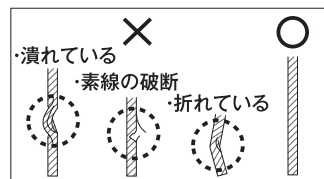

図3
- レールはビス穴(φ4×8か所、300mmピッチ)を使用して、市販のビスで固定してください。その際、必ず強度のとれる下地、補強材に取付けてください。石膏ボードなどへの取付けだけでは、許容荷重が著しく低下するため大変危険です(図3)。
- ・ワイヤーには折れ・素線の切断・潰れなど異常がないことをご確認の上ご使用ください(図3)。異常があった場合は使用を中止し、新しいワイヤーにお取り替えください。